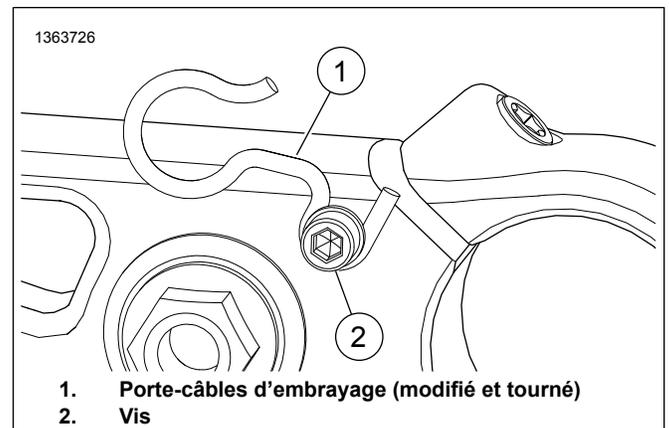

Figure 4. Porte-câbles d'embrayage modifié
1. Figure 4 Desserrer la vis (2).
2. Retirer le porte-câbles (1) d'embrayage d'origine.